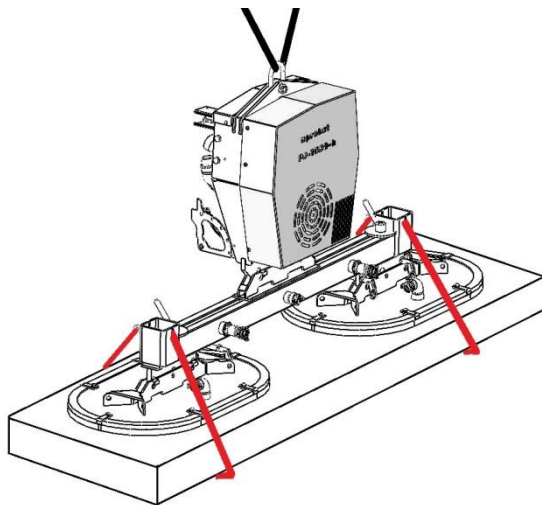

Abb. 1
Die Saugplatten müssen immer den *gleichen* Abstand (A) zur senkrechten Mittelachse der Traverse haben (siehe Abbildung 1).
- Beide Sicherheitsketten auf der anderen Seite des Gerätes **straff** einhängen, wie im Bild 1 dargestellt. (Kettenenden in den Kettenkästen verstauen).
- Sicherheitsketten **müssen straff an der Last anliegen**, damit bei **Vakuumausfall/Verlust** (z.B. bedingt durch Energieausfall) die Last durch die Sicherheitsketten gehalten wird (Abb. 1).